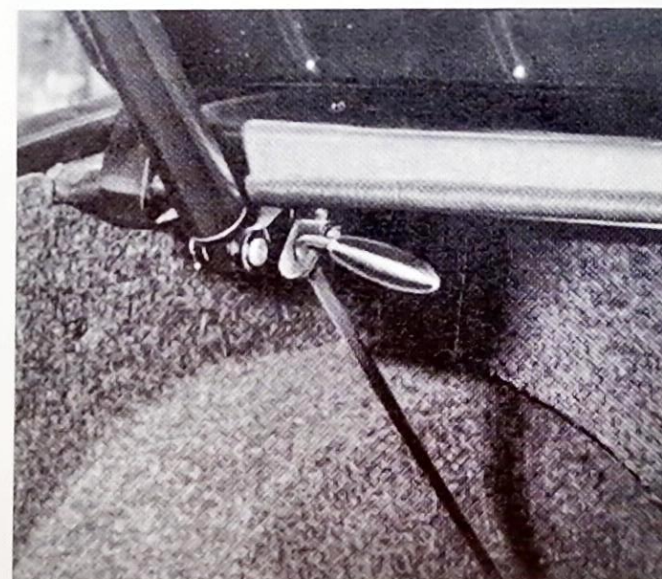

Fig. 31 - Accrochage de la tige de blocage du réglage de hauteur arrière.
*Soulever la tige située près de la roue de secours et l'accrocher au cran situé sur la gauche du couvercle de coffre (v. fig. 31).*